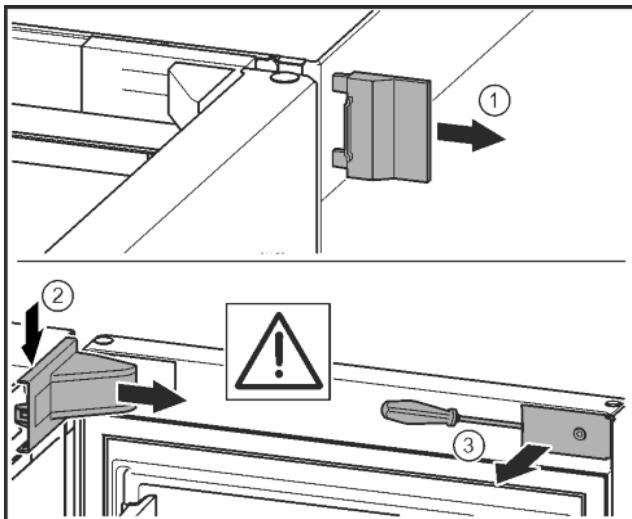

Fig. 10
- Skinite vanjski pokrov. Fig. 10 (1)
- Otkopčajte i otpustite pokrov podloška ležaja. Skinite pokrov podloška ležaja. Fig. 10 (2)
- Odvijačem s prerezom otkopčajte masku i zakrenite je u stranu. Fig. 10 (3)